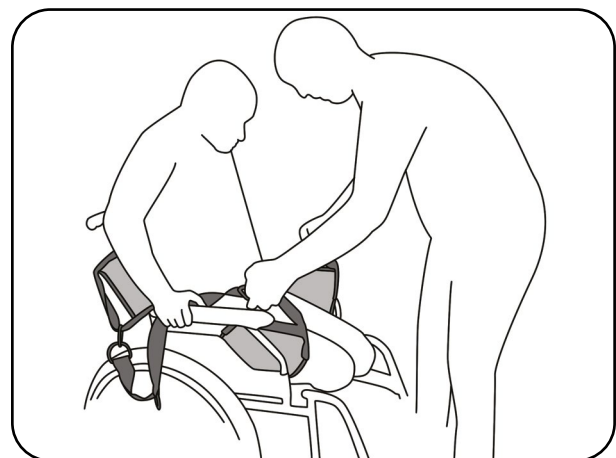

Abb. 8.2.02 – Liftergurt hinter dem Rücken des Patienten positioniert
5. Ziehen Sie den Liftergurt von vorne an den Beinschlaufen unter den Patienten (Abb. 8.2.02). Die Unterkante des Liftergurtes muss in Höhe der Kniekehlen des Patienten liegen.
6. Achten Sie darauf, dass die Beinschlaufen gleich lang sind. Straffen Sie den Gurt durch seitliches Ziehen, damit er faltenfrei liegt. Ordnen Sie die Schulterschlaufen rechts und links von den Schultern des Patienten an (Abb. 8.2.02).